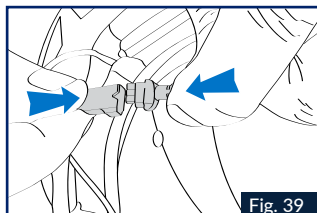

Fig. 39
10. Conectar la batería (conector negro de 3 ramas), y el teclado de acuerdo con la Fig. 39